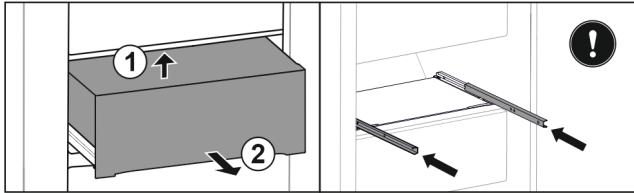

Fig. 135
- Predal dvignite od spodaj proti zadnji strani. Fig. 135 (1)
- Predal vzemite ven v smeri naprej. Fig. 135 (2)